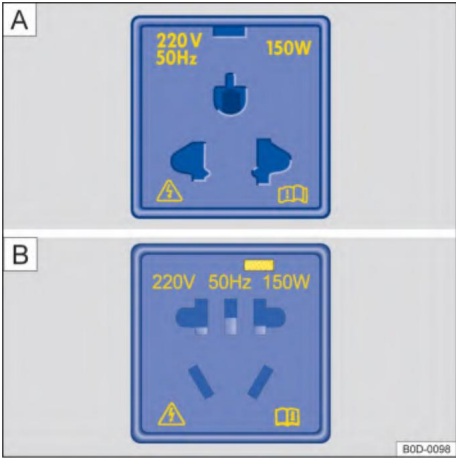

Рис. 154 Левая сторона в багажном отделении: розетка 220 В.
Светодиодные индикаторы на розетке Рис. 154. Постоянный
– В багажном отделении Рис. 154.